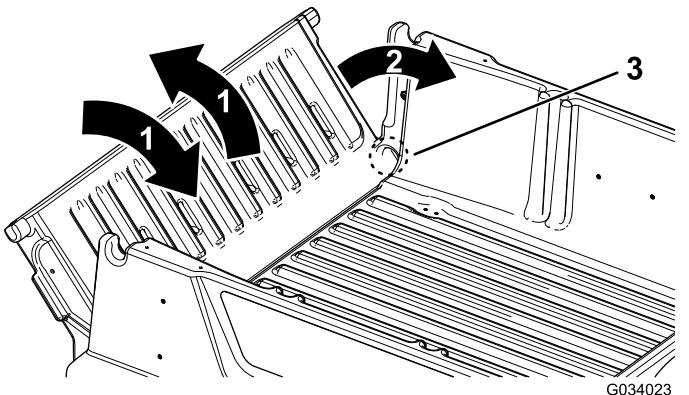

図 14
2. テールゲートを 45°程度の角度にする図 14)。
3. この位置から、テールゲートを小刻みに前後に振るように数回往復させる図 14)。